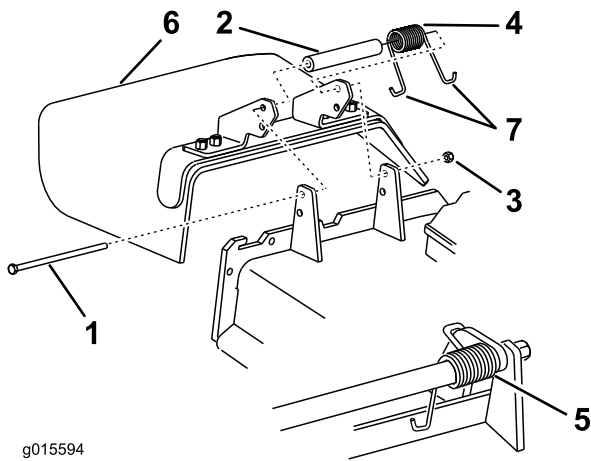

Figure 72
1. Retirez le contre-écrou, le boulon, le ressort et l'entretoise qui fixent le déflecteur aux supports de pivot (Figure 72). Enlevez le déflecteur s'il est endommagé ou usé.
Remarque: Prenez soin de placer une extrémité en **J** du ressort derrière le bord du tablier avant de mettre le boulon en place, comme illustré à la Figure 72.
- Remettez le boulon et l'écrou. Accrochez l'extrémité en **J** du ressort au déflecteur d'herbe (Figure 72).